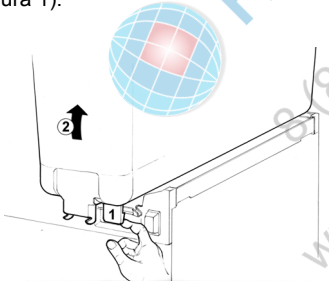

figura 1
- 2 Quitar el contenedor vacío levantándolo por la parte **anterior** y desprendiéndolo de la junta (ver figura 1).